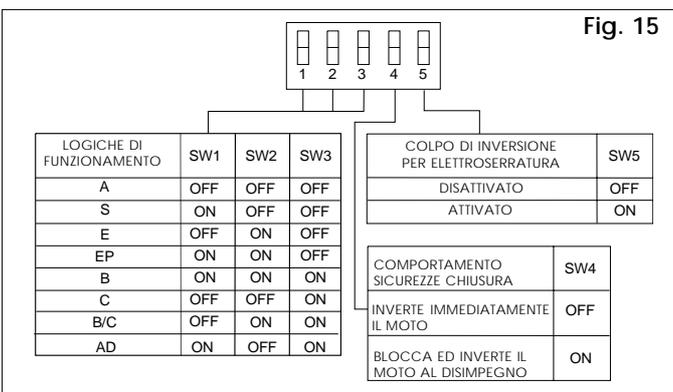

Fig. 15
- 1) Programmare l'apparecchiatura elettronica 450 MPS secondo le proprie esigenze come da fig. 15.